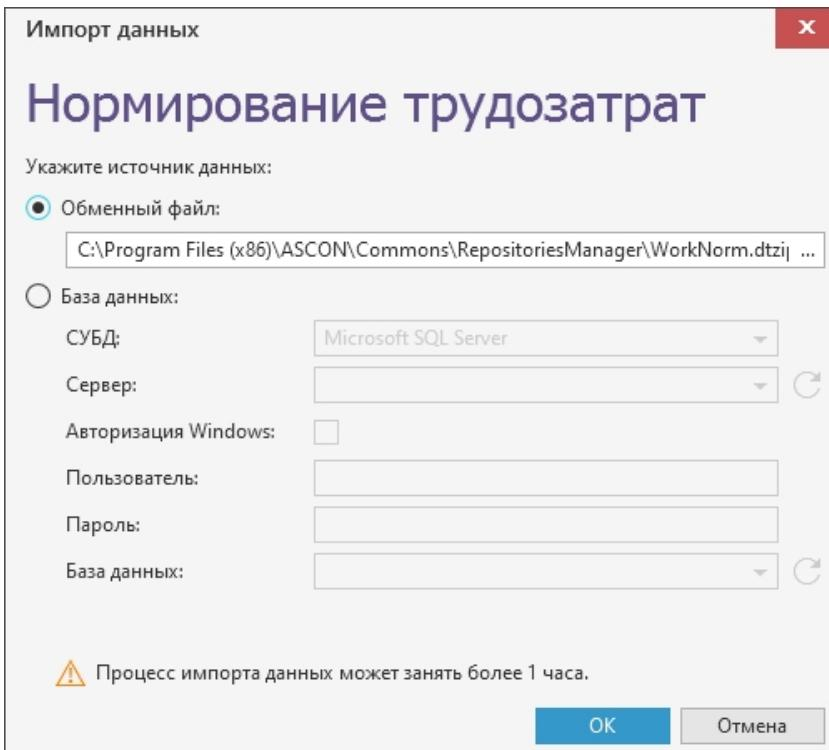

Рис. 4.11
- ◆ В приложении Менеджер баз данных технологических приложений в блоке **Нормирование трудозатрат** нажмите кнопку **Импортировать базу данных**. В появившемся диалоге (рис. 4.11) укажите параметры подключения к базе Справочника технолога.